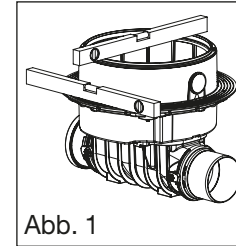

Abb. 1
2.1 KESSEL-Staufix SWA zum Einbau in die Bodenplatte Gilt entsprechend auch für den Einbau *Controlfix*. Der Grundkörper des KESSEL-Staufix SWA ist waagrecht auszurichten (siehe Abb. 1).